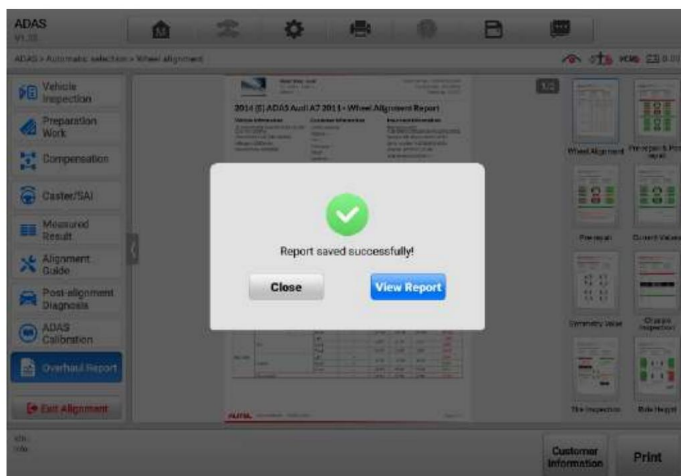

Figura 4-79 Pantalla Guardar informe 3
- 1) Pulse Ver informe (consulte la Figura 4-79 Pantalla Guardar informe 3) después de guardar el informe correctamente, o pulse Informe desde el Administrador de datos para ingresar a la Lista de informes. pantalla.